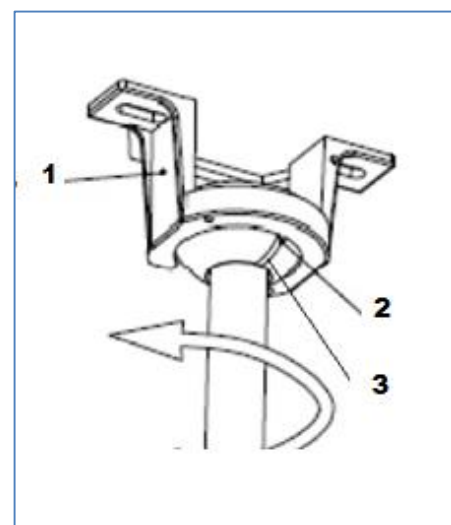

Fig. 5
- 5) Soulever le ventilateur sur le support de montage (1). Figure. 5
- 6) Il faut s'assurer que l'onglet (2) sur la prise de support de montage est bien en place dans la rainure (3) dans le joint à rotule. Figure. 5